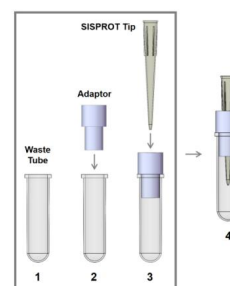

图 1. 样本处理器装配图
1.1 装配样本处理器：参考图 1 进行装配，放置于离心机内；